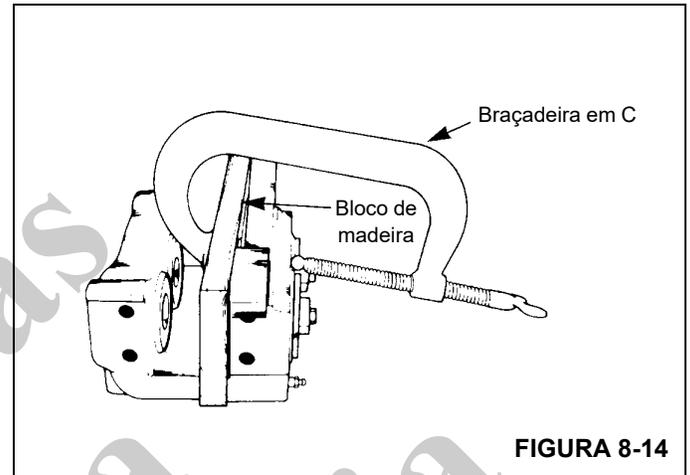

FIGURA 8-14
- Use uma braçadeira em C para prender um bloco de madeira de 12,7 mm (0.5 pol.) contra os dois pistões no lado de montagem da carcaça. Verifique se a braçadeira C não está na área em frente ao furo do pistão. Consulte a Figura 8-14.